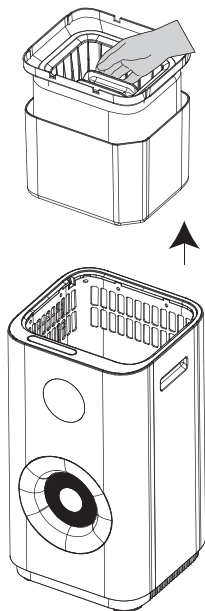

Рис. 3
3. Извлеките резервуар для воды с помощью ручки (рис. 3).